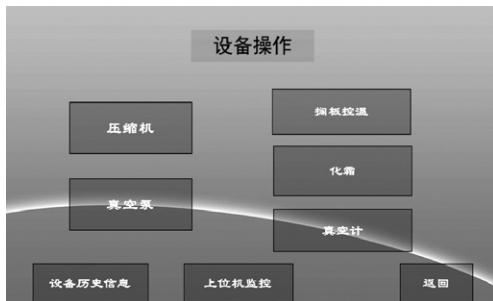

图3 调试维护界面
2. “调试维护”键：供设备维护人员使用。单击该键，将跳出如图3所示的“调试维护屏”。这个为北京四环人员所用。